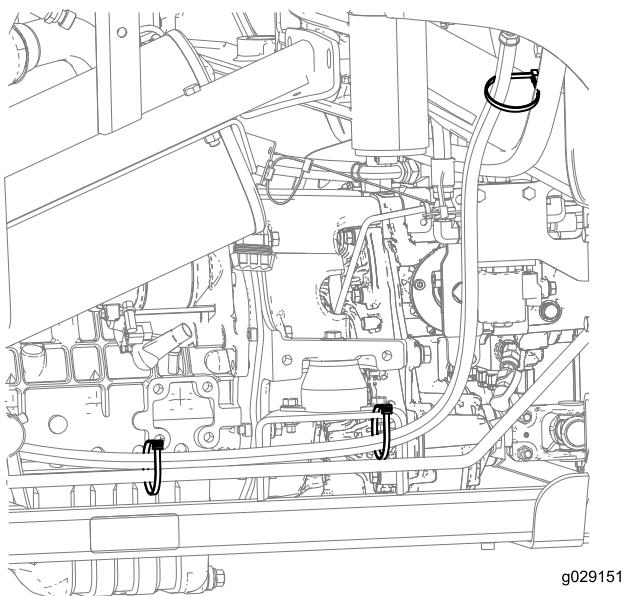

Figura 33
2. Utilize as 3 braçadeiras de cabos para prender os componentes, conforme se mostra em Figura 33.